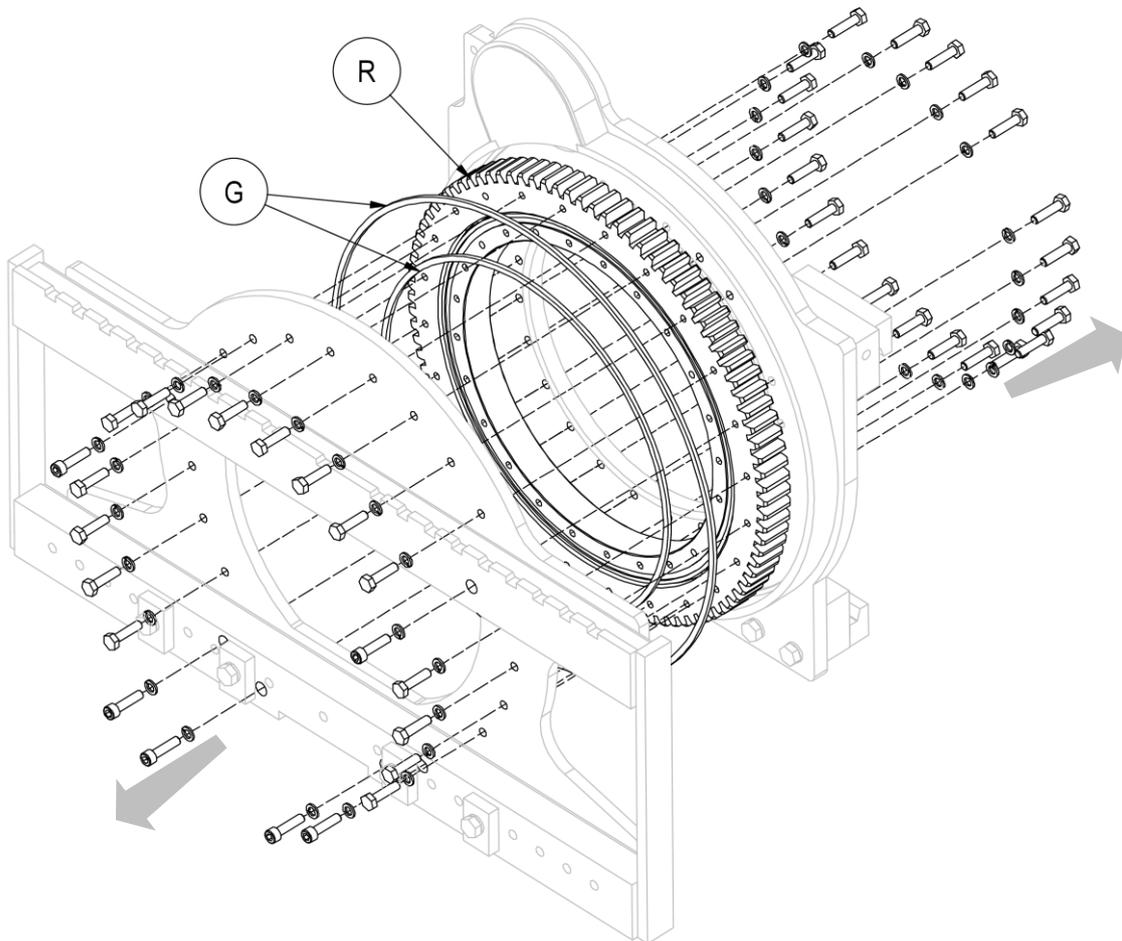

Figura 37
4. Rimuovere la parte anteriore del corpo rotante, assicurandosi di sorreggere in modo idoneo tutte le parti per poter effettuare l'operazione in sicurezza (vedi Figura 37).
5. Per poter rimuovere la ralla R, è necessario rimuovere anche le viti della parte posteriore dell'attrezzatura (vedi *Figura 37*).